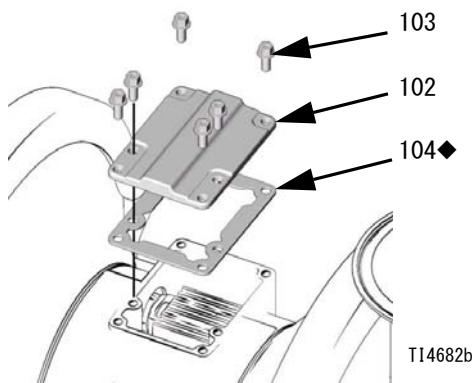

図 6
- トルクス (T20) ドライバーまたは 7 mm (9/32 インチ) のソケットレンチを使用して、6 本のネジ (103)、エアバルブのカバー (102)、およびガスケット (104) を外します。図 6 を参照のこと。